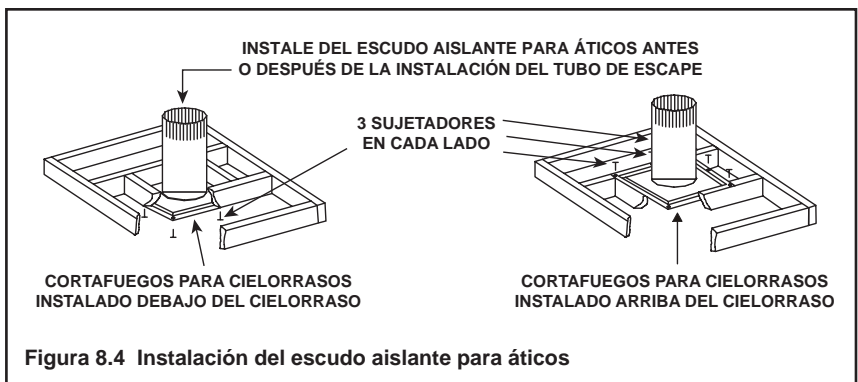

Figura 8.4 Instalación del escudo aislante para áticos
- El cortafuegos para cielorrasos puede ser instalado sobre o debajo de las vigas del cielorraso si se instala un escudo aislante para áticos. Instale el cortafuegos para cielorrasos debajo de las vigas entre pisos sin aislamiento. Consulte la Figura 8.4.